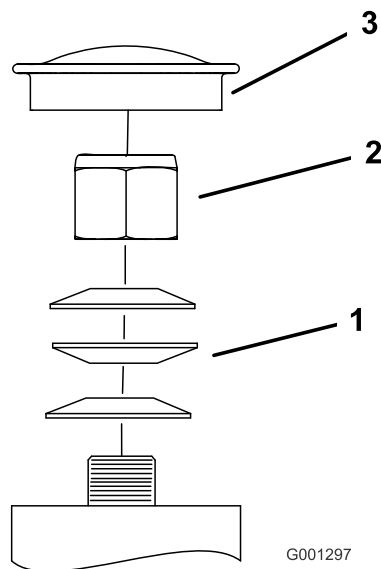

Figure 68
3. Retirez le couvre-moyeu de la roue pivotante et serrez le contre-écrou (Figure 68).
4. Continuez de serrer le contre-écrou jusqu'à ce que les rondelles élastiques soient aplaties, puis desserrez-le d'un quart de tour pour obtenir la précharge correcte des roulements (Figure 68).
Important: Veillez à placer les rondelles élastiques comme montré à la Figure 68.
5. Reposez le couvre-moyeu (Figure 68).